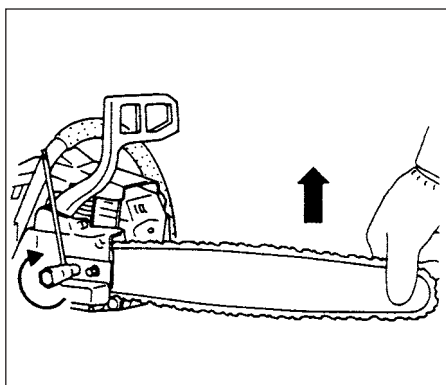

Fig.1-4
RIKTIG KJEDESTRAMMING ER MEGET VIKTIG! (Fig.1-4, 5)
6. Løft opp sverdenden og skru fast sverdets låsemuttere med kombinøkkel. (Fig. 1-4)